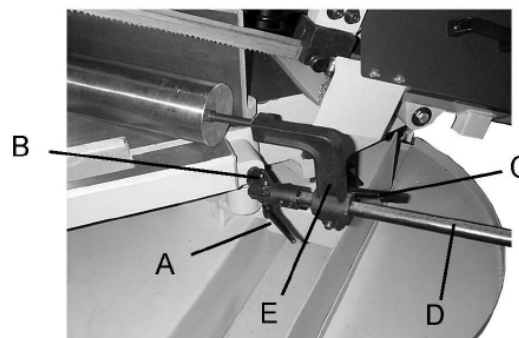

Рис.23
1. Разблокируйте рукоятку (А, Рис. 23) и, используя шестигранный ключ (универсальный ключ), ослабьте установочный винт (В, Рис. 23).
2. Постепенно толкайте направляйте упор вправо, пока не получите нужный угол, затем затяните установочный винт (В, Рис. 23) и рукоятку (А, Рис. 23).
3. Ослабьте рукоятку (С, Рис. 23) и в соответствии со шкалой (D, Рис. 23) отрегулируйте длину упора, перемещая кронштейн (E, Рис. 23).
4. Затяните рукоятку (С, Рис. 23).